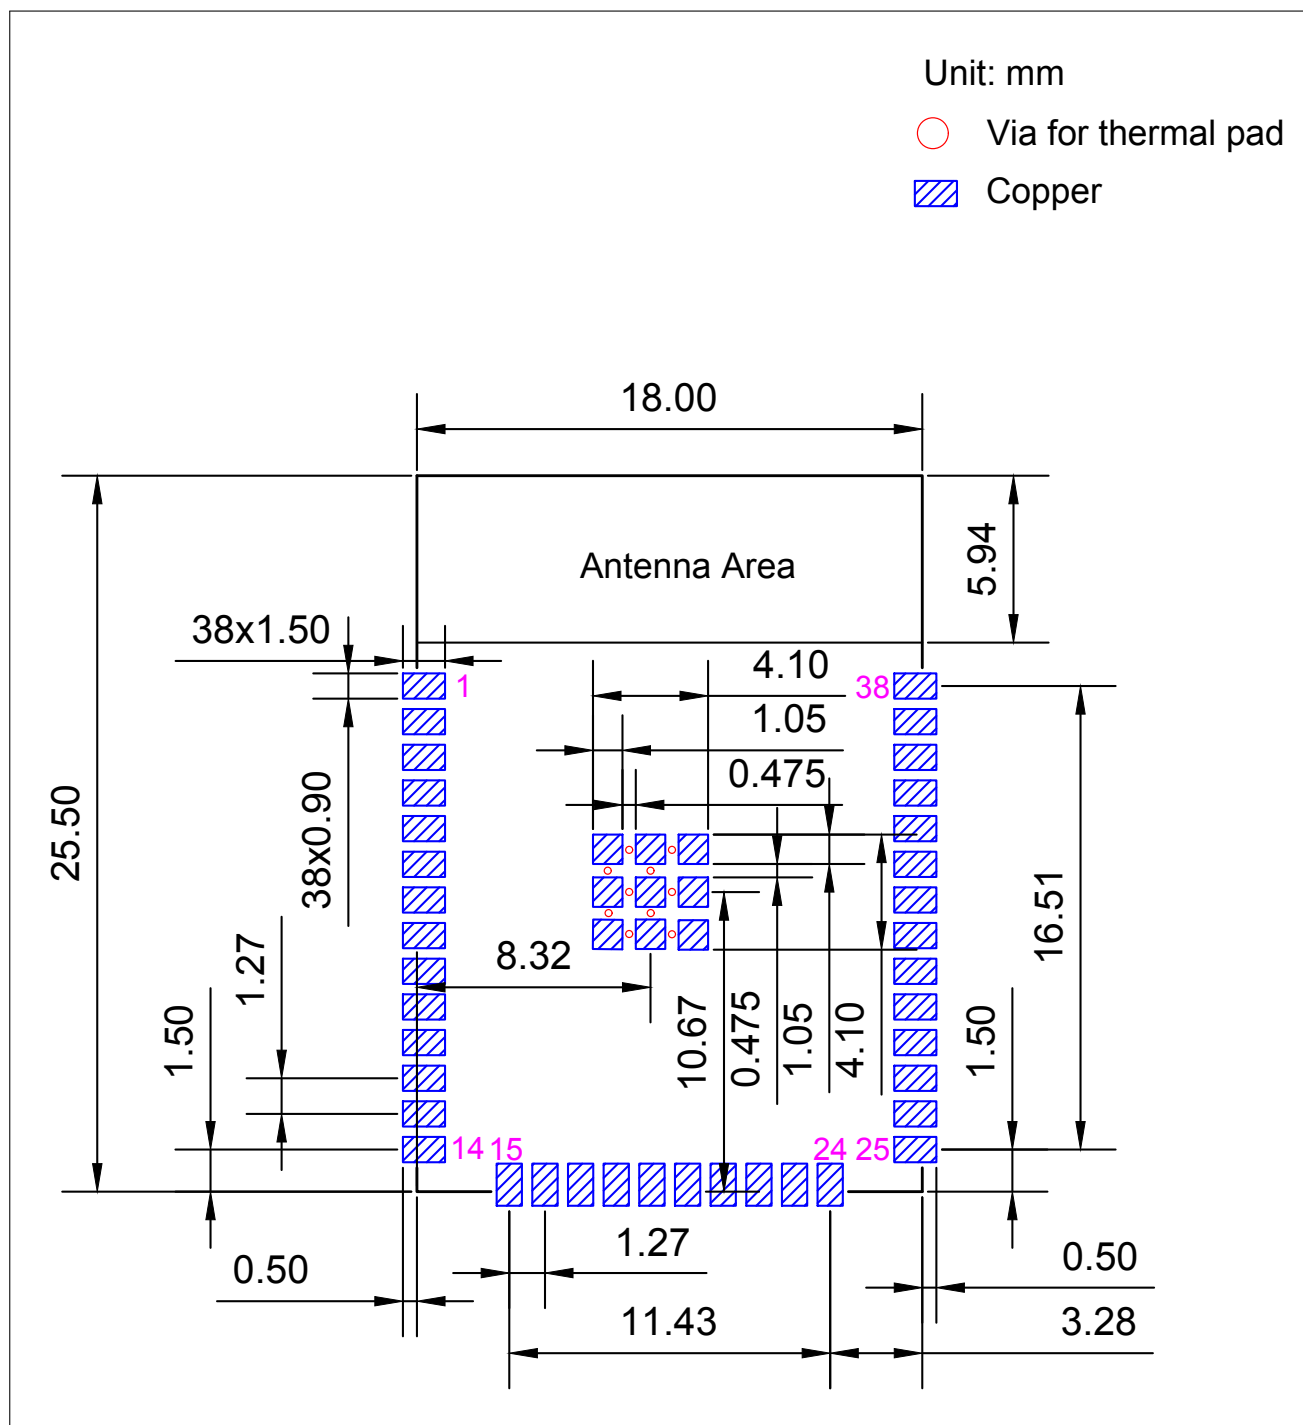

图 6: PCB 封装图形
- 推荐 PCB 封装图，标有 PCB 设计所需的全部尺寸。详见图 6 PCB 封装图形。
- 推荐 PCB 封装图的源文件，用于测量图 6 中未标注的尺寸。您可用 Autodesk Viewer 查看 ESP32-WROOM-32 的封装图源文件。